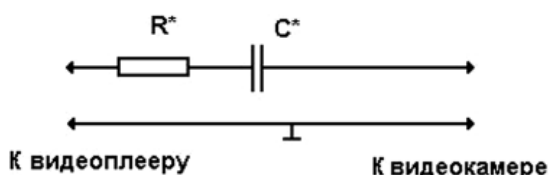

рис. 3
**Третья доработка (рис.3)** - введение ограничительного сопротивления  $R^*$  = 220...330 Ом (для уменьшения яркости сигнала) и конденсатора  $C^*$  = 50 мкФ (для развязки по постоянному напряжению). Сопротивление  $R^*$  (постоянное или переменное) "смягчает картинку", хотя можно обойтись и без него. Конденсатор  $C^*$  в цепи прохождения сигнала от видеокамеры - набор пяти постоянных конденсаторов по 10 мкФ типа ОСК73-16В/63в, соединенных параллельно.